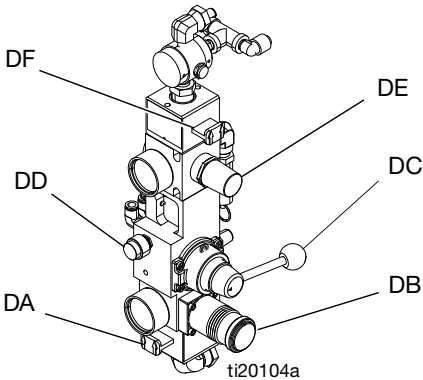

图 32: 供料泵控制
- c. 将主空气滑阀 (DA) 和空气马达滑阀 (DF) 滑到 OFF 位置。参见图 32。